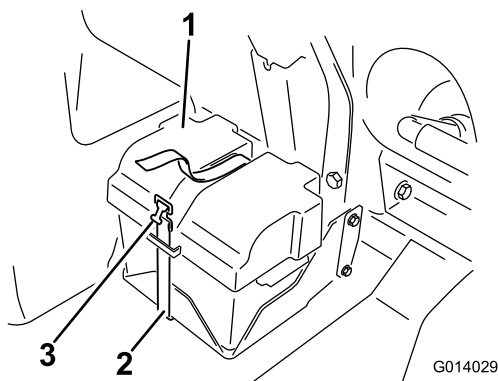
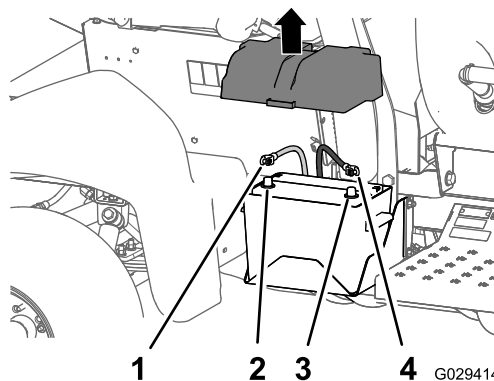

图 1
图 2
4. 拆下电池盖从电池电极上断开负极电池线黑色—接地线 图 1 和 图 2。
5. 从电池电极上断开正极红色接线 图 2。